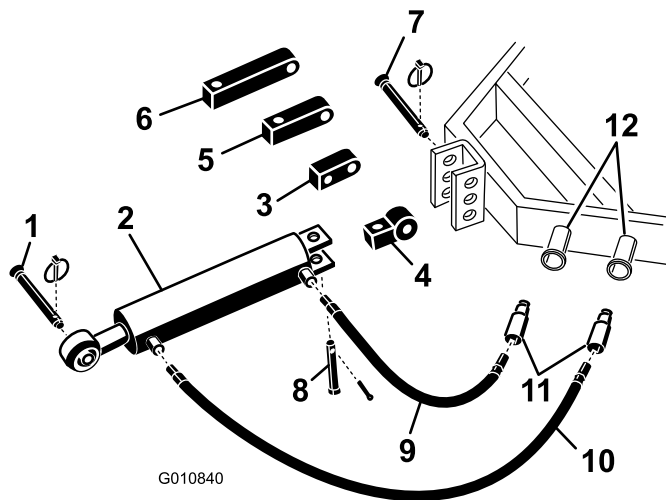

Figure 5
1. Fixez le côté avec l'embout d'accouplement du bras de liaison supérieur hydraulique au tracteur avec les goupilles fournies avec le tracteur (Figure 5). Positionnez le bras supérieur de sorte que le côté tige soit dirigé vers l'aérateur. Les raccords du vérin doivent être dirigés vers le circuit hydraulique auxiliaire du tracteur.
Remarque: S'il est nécessaire que les raccords du vérin hydraulique soient tournés vers le haut, utilisez le bloc rotatif à la place du bloc de montage standard pour repositionner le vérin (Figure 5). Un raccord hydraulique à 90 degrés peut être utilisé à la place du bloc de rotation (les raccords ne sont pas fournis).
- A. Retirez la goupille cylindrique et l'axe qui fixent l'embout d'accouplement standard au vérin (Figure 5). Déposez l'embout d'accouplement du vérin.
- B. Montez le bloc rotatif sur le vérin avec les goupilles retirées précédemment (Figure 5).
3. Raccordez le flexible hydraulique de 76 cm au raccord du bras de liaison hydraulique supérieur le plus proche du tracteur Figure 5. Appliquez du ruban Téflon ou du mastic d'étanchéité sur les filetages des flexibles pour prévenir les fuites.
2. Raccordez le flexible hydraulique de 106 cm au raccord du bras de liaison hydraulique supérieur le plus proche de l'aérateur Figure 5. Appliquez
Si le vérin hydraulique n'atteint pas le support de montage de l'aérateur, utilisez un bloc d'extension au lieu du bloc de montage standard pour accoupler le vérin au tracteur (Figure 5).
- B. Montez le bloc d'extension de la longueur voulue sur le vérin avec les goupilles retirées précédemment (Figure 5).